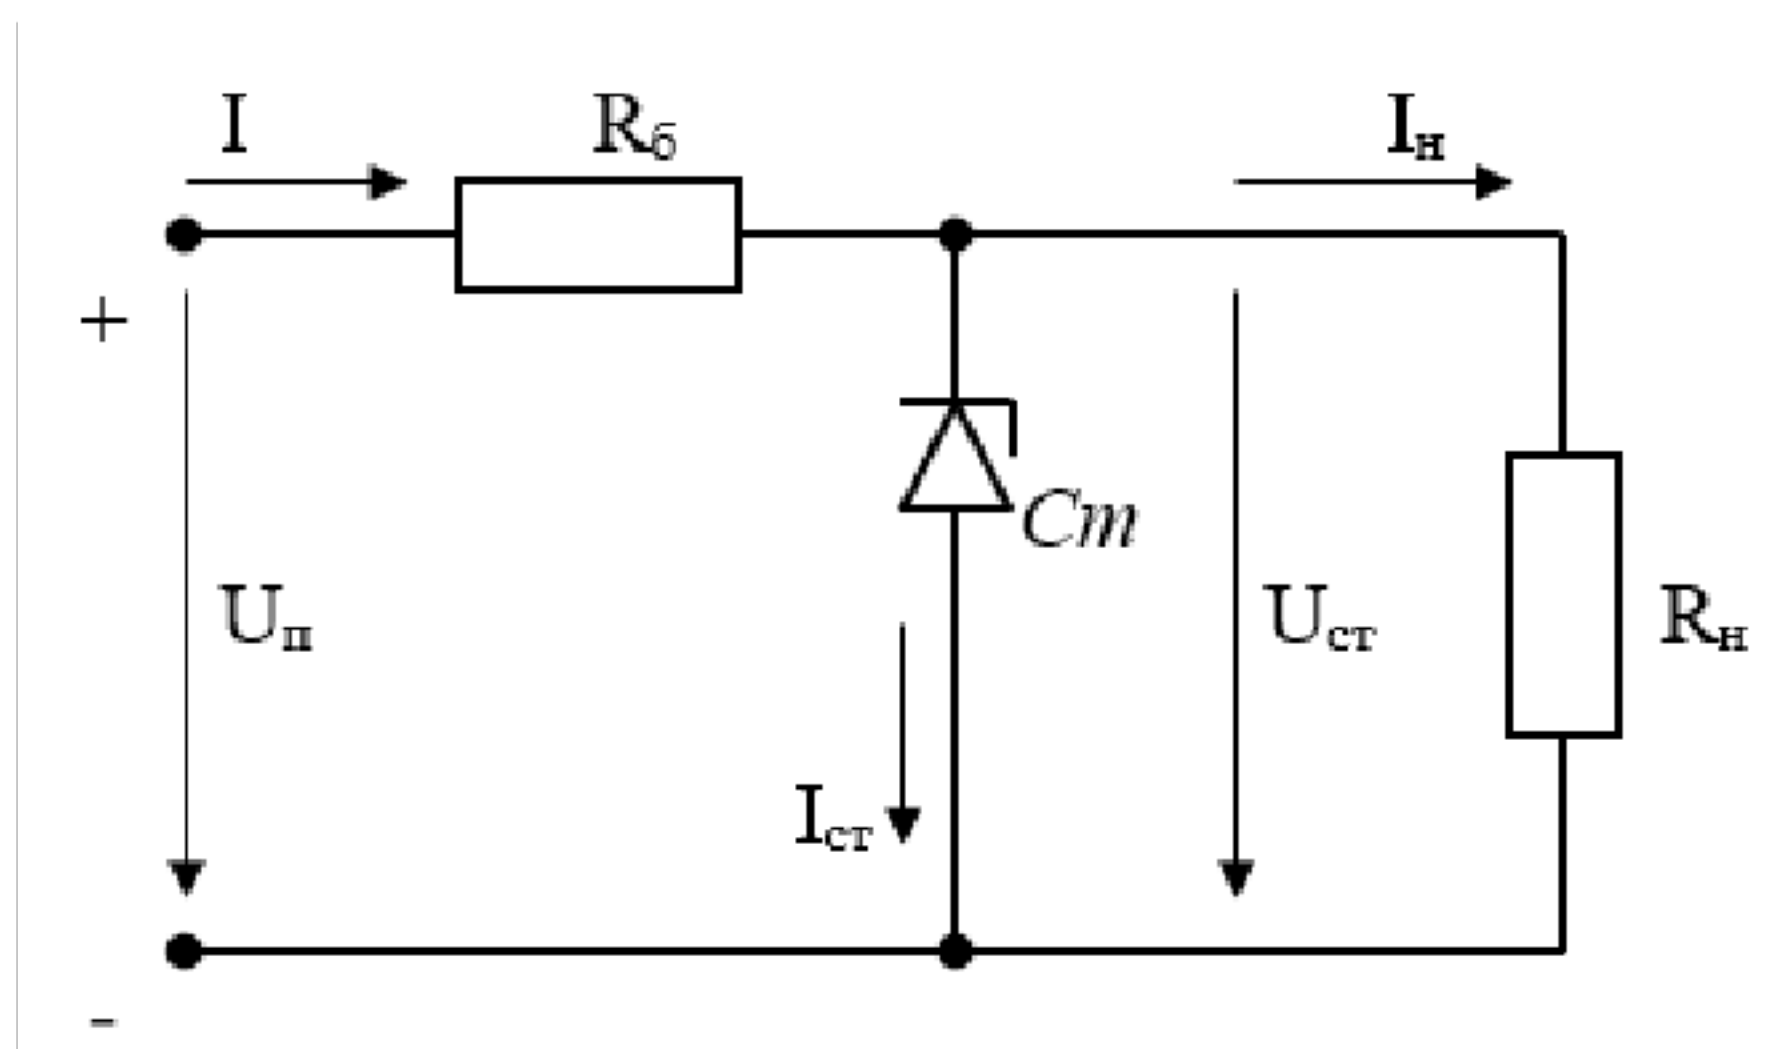

Рисунок 2.3 – Принципиальная схема
2. Собрать схему, изображённую на рис. 2.3.
6. При минимальном сопротивлении нагрузки, при котором происходит стабилизация напряжения. В схеме рис. 2.3 амперметр и перемычку «П»
2. Собрать схему, изображённую на рис. 2.3. В схеме обязательно предусмотреть перемычку «П», необходимую для изменения места включения миллиамперметра.